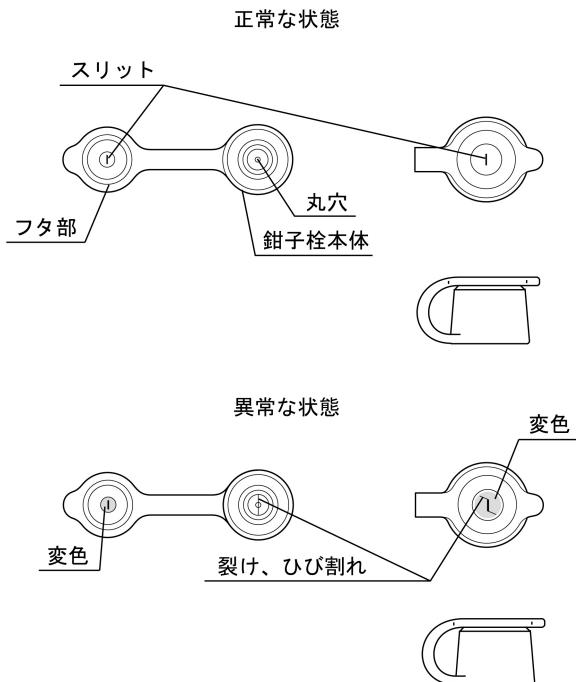

図2
10.鉗子栓のフタ部のスリットまたは鉗子栓本体の丸穴に裂け、ひび割れ、変形、変色などの異常がないことを目視で確認すること（図2参照）。